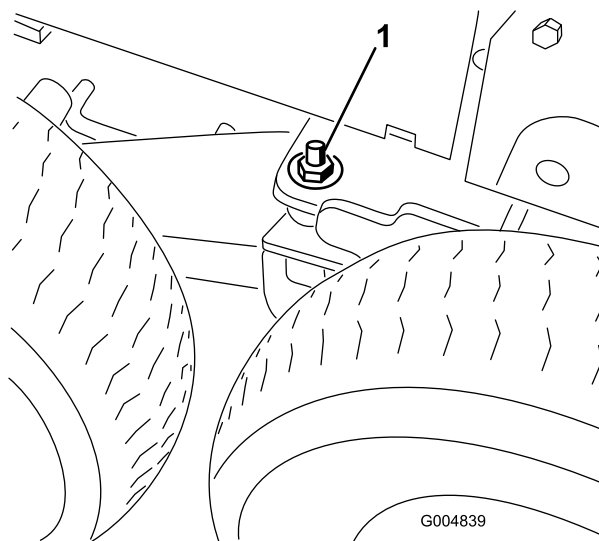

Figura 46
17. Retire la arandela plana (1/2 pulgada) y la tuerca (1/2 pulgada) instaladas en el espárrago del pivote del bogie (Figura 46).
23. Baje el gato hasta que el bastidor quede apoyado sobre las ruedas delanteras. Instale las arandelas planas (1/2 pulgada) y las contratuercas en el espárrago del pivote del bogie (Figura 46) y apriételas a 75 pies-libra (102 N-m).